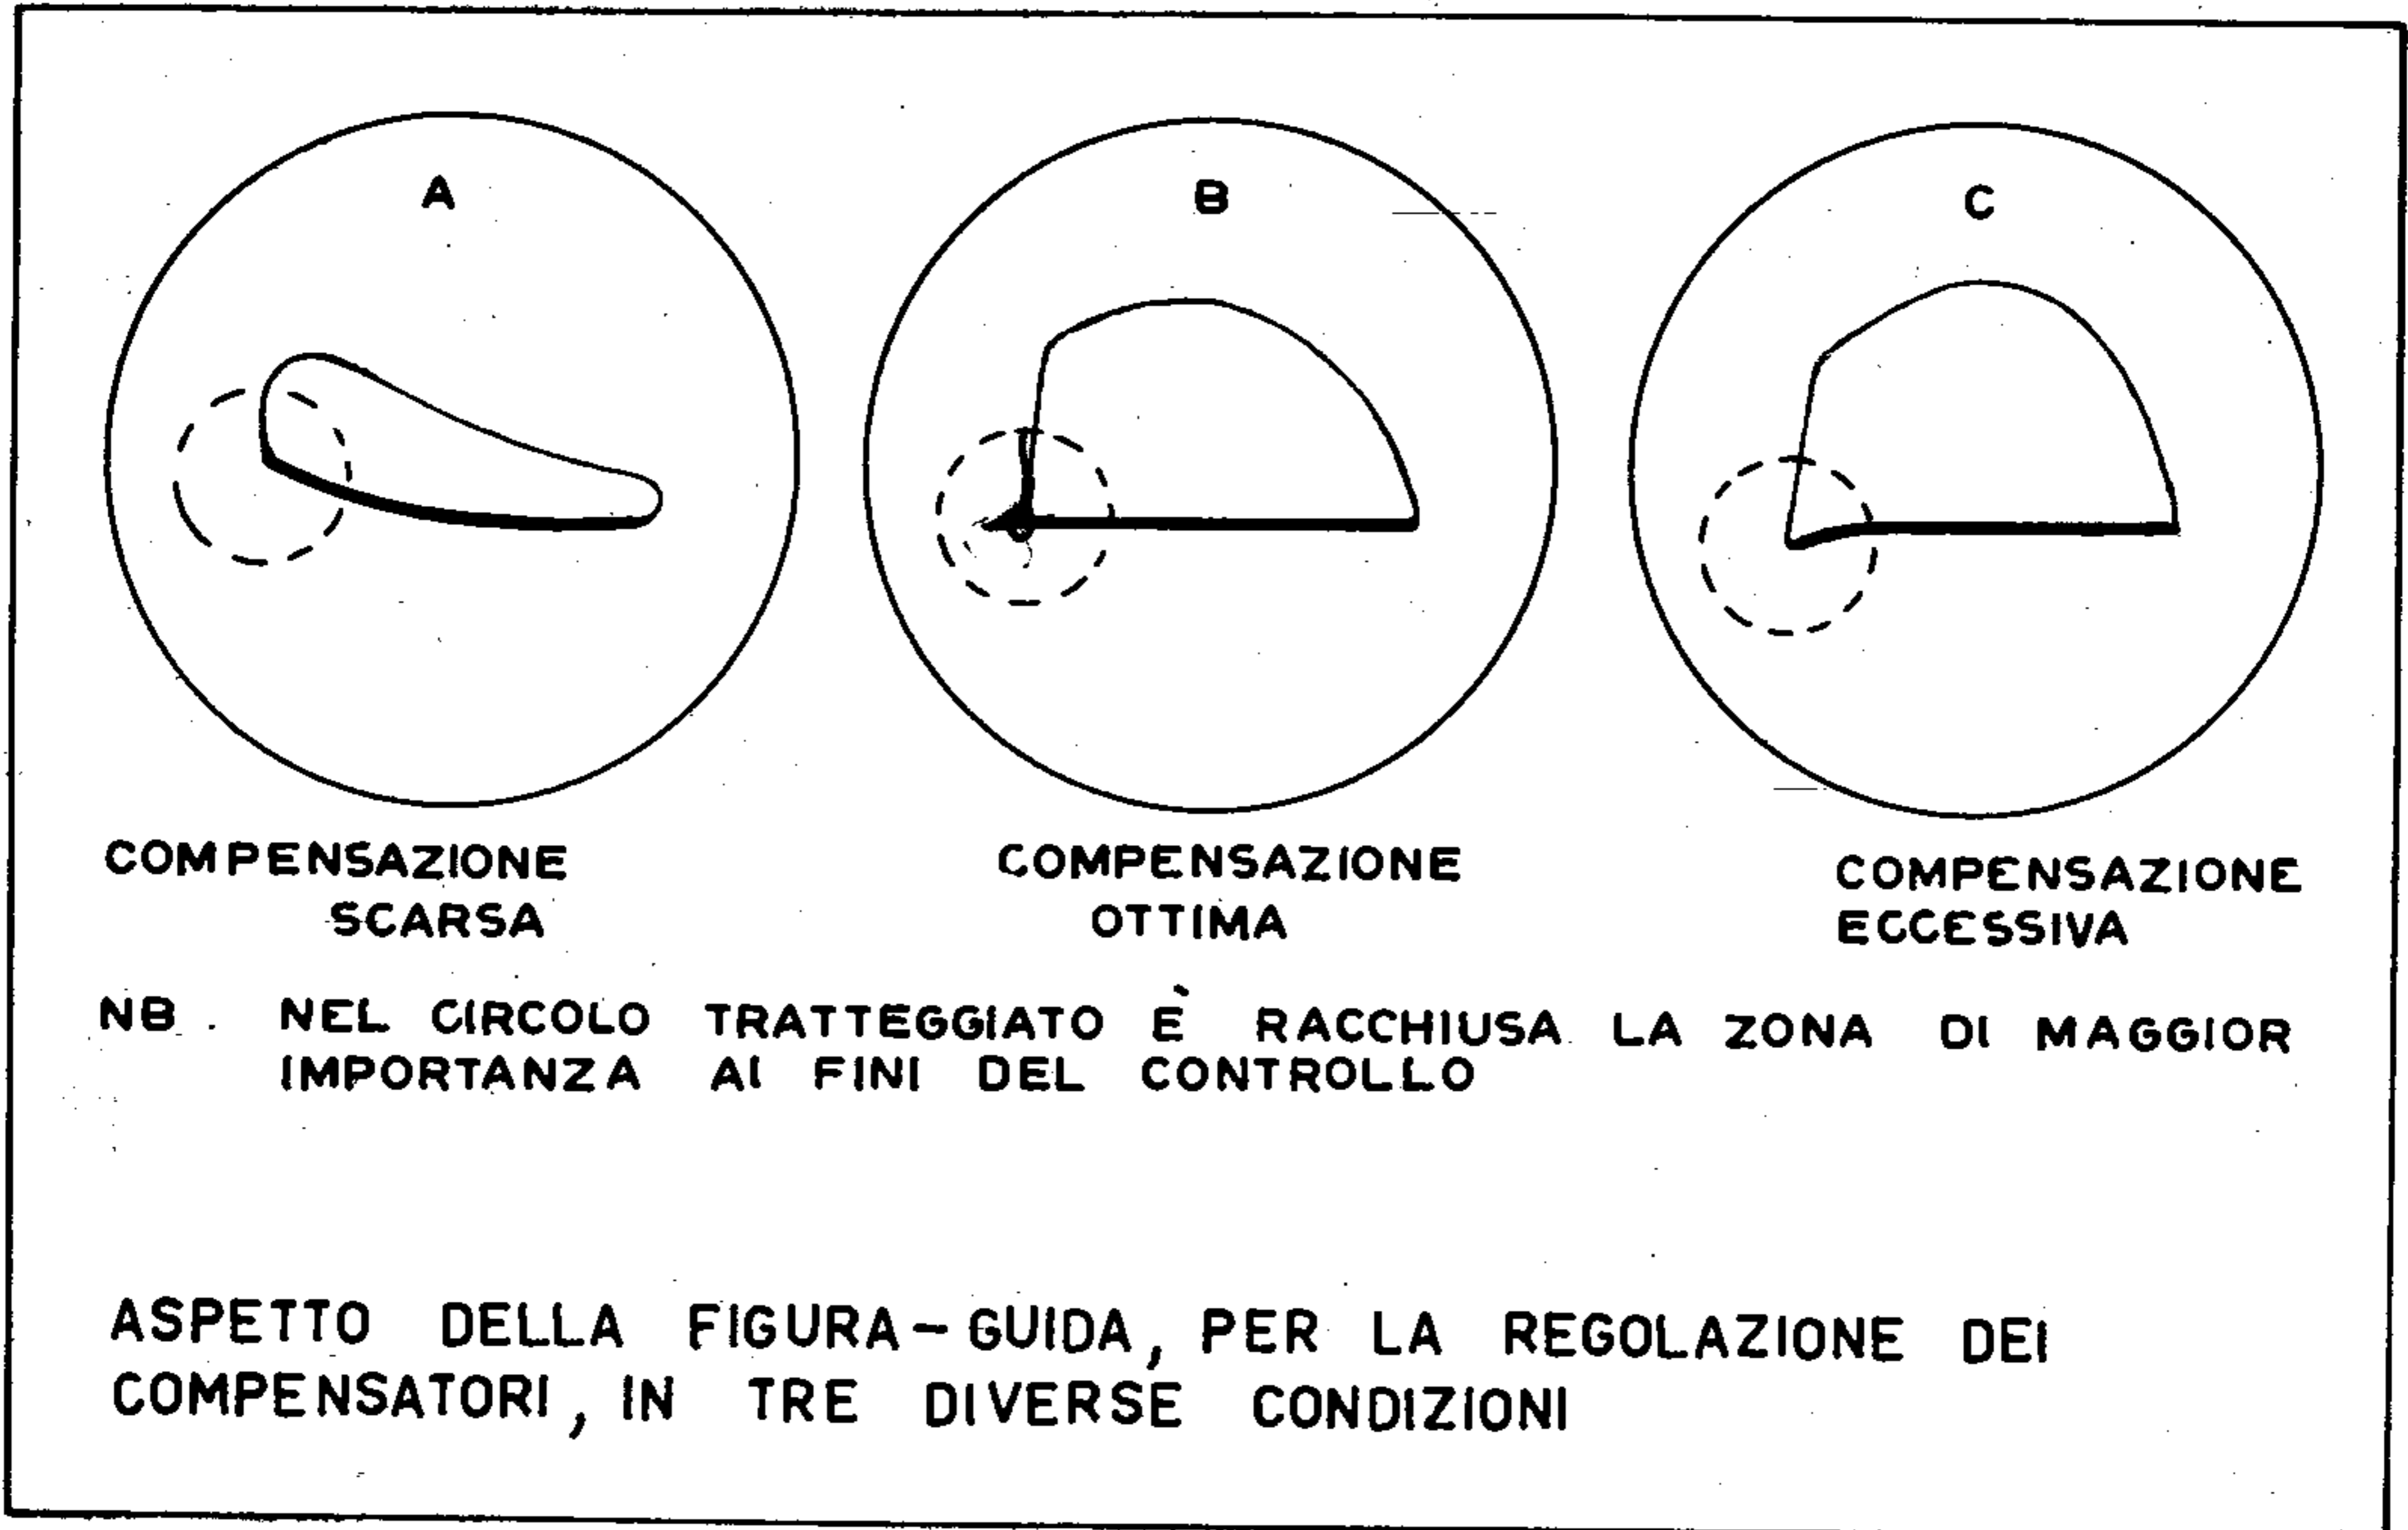

Fig. 3
f) - REGOLI L'AMPIEZZA VERTICALE FIN QUANDO SULLO SCHERMO APPARE UNA FIGURA QUASI RETTANGOLARE ALTA CIRCA 2 cm, AVENTE LA BASE MOLTO LUMINOSA E GLI ALTRI TRE LATI MOLTO TENUI (FIG. 3).
lo sullo schermo si deforma nel modo indicato in fig. 3-a. Spostando l'armatura mobile verso sinistra, senza raggiungere l'estremità sinistra, ma tenendosi a circa un millimetro di distanza, si ottiene la massima capacità ed il rettangolo sullo schermo si deforma nel modo indicato in fig. 3-c. In una posizione intermedia il rettangolo assume la forma indicata come intermedia fra le due già citate ; questa posizione intermedia deve essere cercata per tentativi, osservando la traccia sullo schermo e spostando a piccoli passi successivi l'armatura mobile del compensa-
In questa condizione non vi è alcun compensatore da regolare, perchè il segnale passa direttamente dalle boccole d'ingresso alla griglia del primo stadio amplificatore senza attenuazione ; la forma che appare sullo schermo deve essere però abbastanza regolare (come in fig. 3-b).